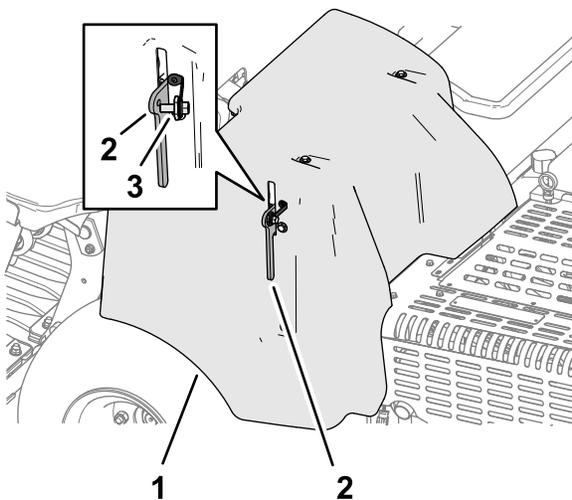

**Bild 146**
3. Senken Sie den Verriegelungsgriff vollständig ab, um die Abdeckung zu sichern (**Bild 146**).